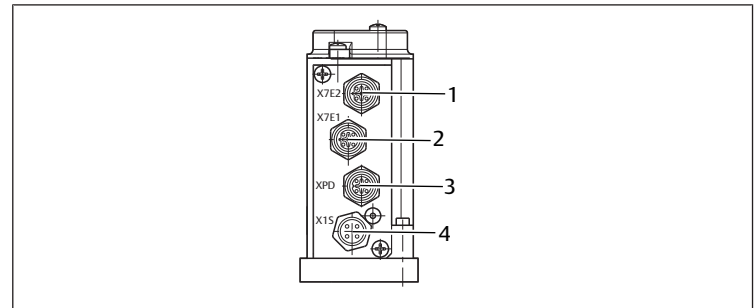

Fig. 3: Conexiones y conector
La conexión al sistema de bus se realiza mediante los conectores de datos M12, de 5 polos, codificados D. En un sistema PROFINET se puede seleccionar la secuencia física de aparatos que se desee. Por ello, las conexiones X7E1, PROFINET (2) y X7E2, PROFINET (1) son intercambiables y se pueden configurar solamente fuera de funcionamiento. Véase → Fig. 3.